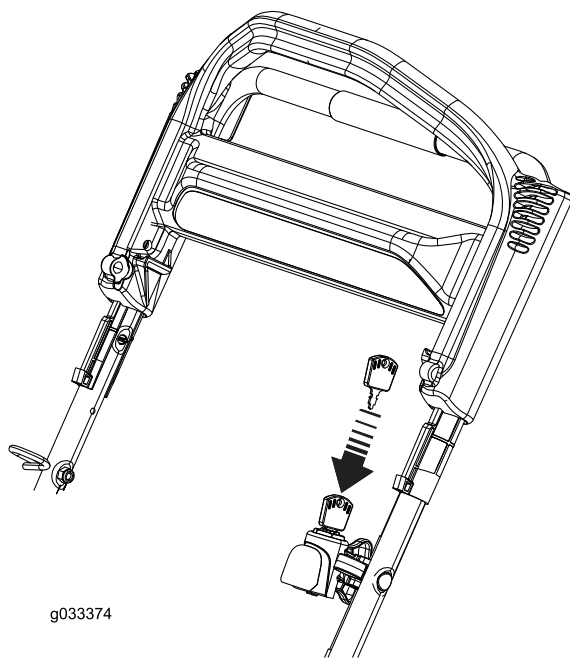
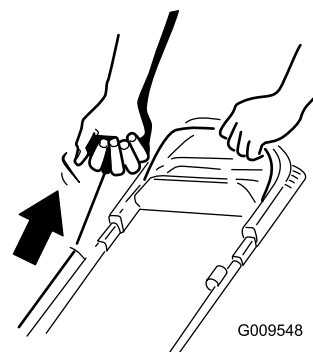

Figura 18
Figura 19
2. Inserite la chiave nell'accensione e giratela (solo modelli con avviamento elettrico; fate riferimento a Figura 18) o tirate l'avviatore autoavvolgente (Figura 19).
Nota: Quando utilizzate l'avviatore autoavvolgente, tiratelo leggermente fino ad avvertire una certa resistenza, poi date uno strappo (Figura 19). Lasciate che il cordino si riavvolga nell'avviatore lentamente.